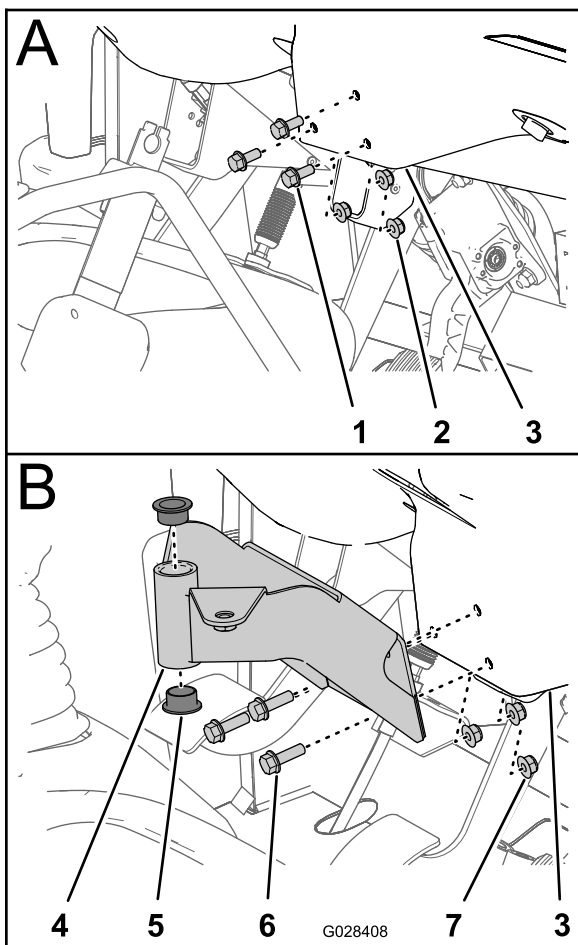

Figure 18
1. Retirez les 3 boulons et les 3 écrous qui fixent la partie inférieure centrale de la planche de bord au support de la planche de bord (Figure 18).
- Alignez les trous du support de montage de la console de commande et les trous dans la planche de bord et le support (Figure 18).
- Serrez les écrous et les boulons à (Figure 18).
- Insérez les 2 douilles en plastique dans le support de montage (Figure 18).